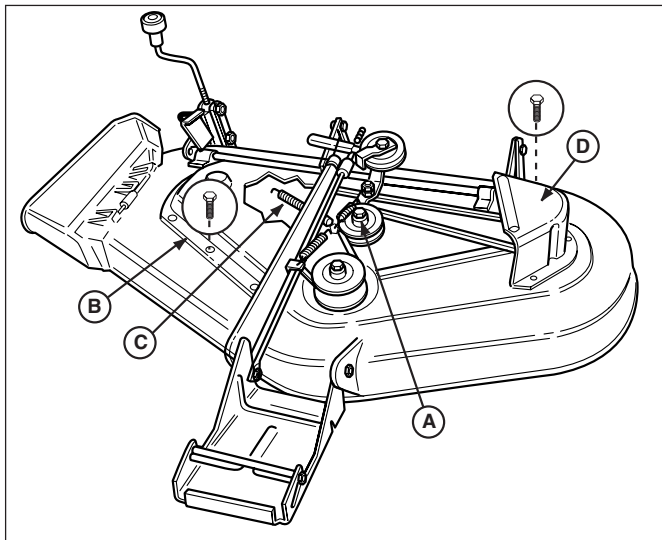
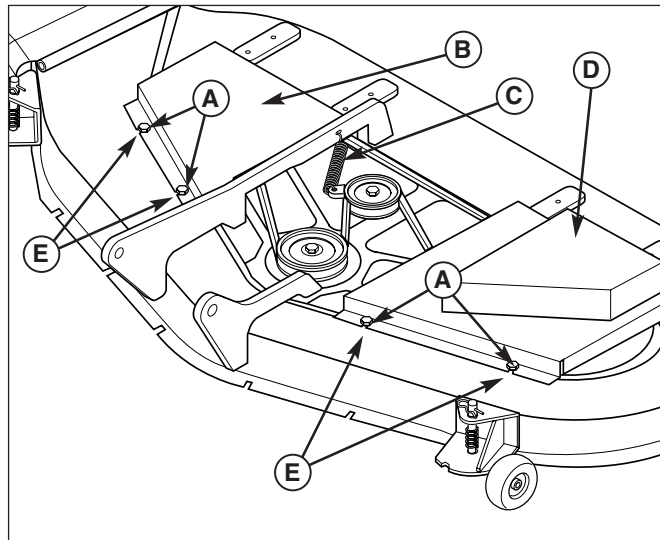

Figure 63. Tondeuse - Modèles de 112 et 127 cm
Figure 64. Tondeuse - Modèles de 137 cm
3. Retirer les boulons de fixation du carter d'arbre de droite (B, figure 63). Retirer les trois boulons de fixation du carter d'arbre de gauche (D).
3. Retirer la courroie de la PDF. Retirer les vis auto-taraudeuse (A, figure 64) maintenant les carters de courroie et déposer les carters de courroie (B, D).
4. A l'aide d'une pince-étau ou d'un extracteur, dégager le ressort du galet tendeur (C, figures 63 et 64) de la fente de la tondeuse.
5. Desserrer le boulon (A, figure 64) de fixation du galet tendeur sur le support. La courroie peut maintenant être passée entre le galet et le moyeu du tendeur.
7. Resserrer le boulon (A, figure 63).
8. Remettre le ressort (C, figures 63 et 64) en place dans la fente de la tondeuse.
9. Remonter les carters d'arbre droit et gauche (B et D, figures 63 et 64). **Modèles de 137 cm** : afin d'avoir un dégagement approprié de carter de courroie, s'assurer que les encoches d'alignement (E, figure 64) sont centrées sur les vis auto-taraudeuse (A).